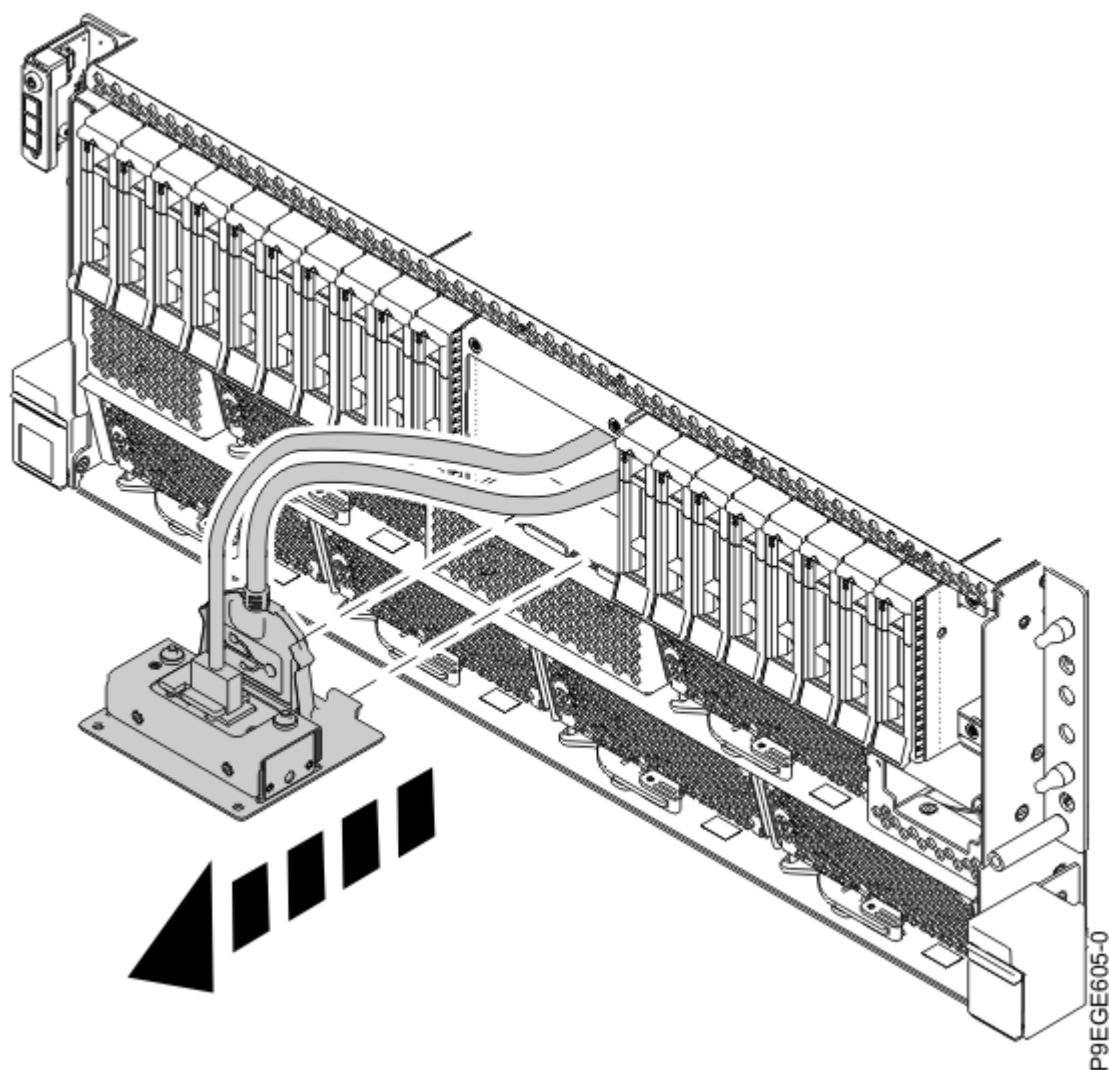

図 114. ラック・マウント型システムのコントロール・パネル・ディスプレイ・ハウジングおよびケーブルの取り外し
9. ラック・マウント型システムの場合、コントロール・パネル・ディスプレイ・ハウジングおよびケーブルをシステムから取り外します (119 ページの図 114 を参照)。